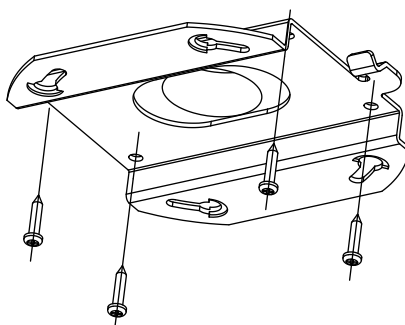

图2-48 固定底座
2. 使用螺丝将安装底座固定到天花板上，如图 2-48 所示。